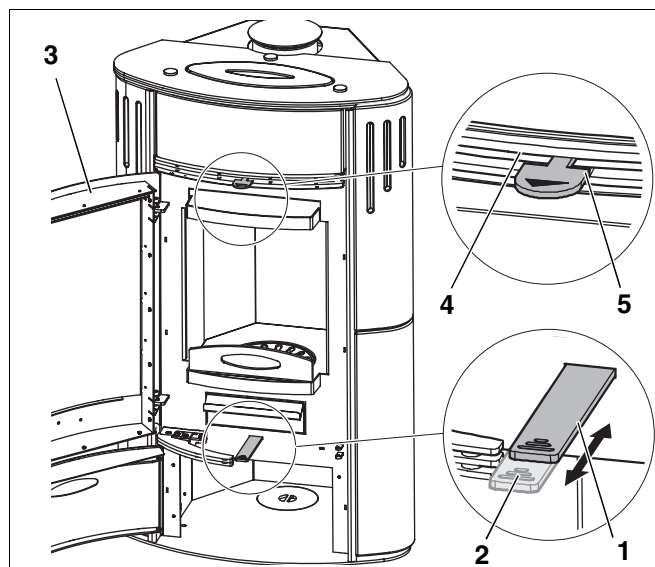
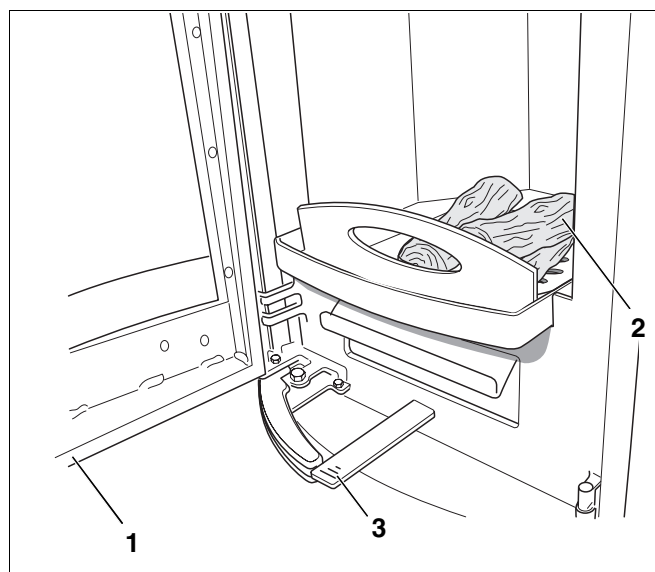

Abb. 16 Primär- und Sekundärluftschieber
Abb. 17 Feuerraum mit Holzscheite
Wenn sich Ruß entzündet, schließen Sie alle Luftzuführungen zum Ofen, d. h. den Primärluftschieber und den Sekundärluftschieber (Abb. 16, Seite 19, **Pos. 1** und **5**) auf Stellung „Zu“ stellen. Die Feuerraumtür schließen.
- Öffnen Sie die Feuerraumtür (Abb. 16, **Pos. 3**).
- Stellen Sie den Primärluftschieber und den Sekundärluftschieber auf Stellung „Auf“ (Abb. 16, **Pos. 2** und **4**).
- Legen Sie zwei bis drei Holzscheite sowie Kleinholz und Papier oder im Handel erhältliche Zündhilfen auf den Feuerraumboden (Abb. 17, **Pos. 2**).
- Schließen Sie die Feuerraumtür (Abb. 17, **Pos. 1**).
- Lassen Sie den Sekundärluftschieber (Abb. 16, **Pos. 4**) geöffnet und regulieren Sie die Primärluftzufuhr mit dem Primärluftschieber (Abb. 17, **Pos. 3**) nach Bedarf.